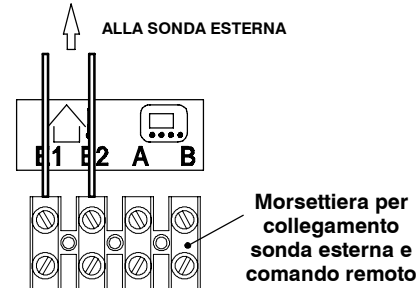

fig. 5.21 Collegare gli stessi conduttori ai morsetti della sonda esterna
- Collegare ai morsetti E1 e E2 della morsettierà i due conduttori elettrici come indicato in fig. 5.21